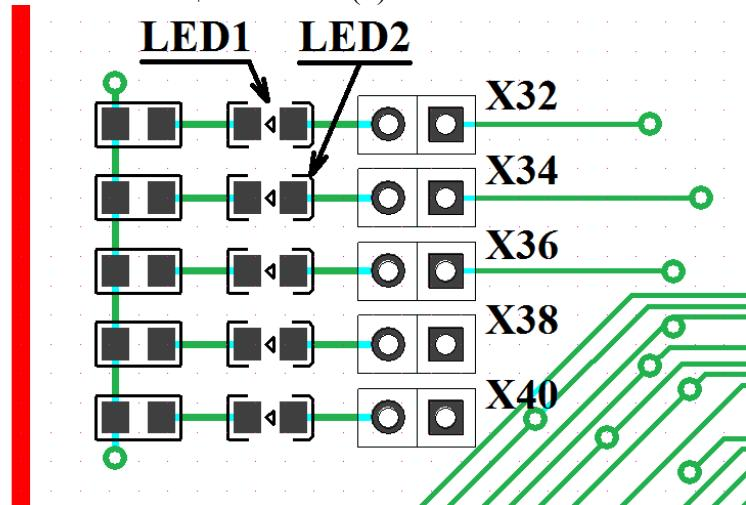

Рисунок 15.2 Расположение диодов на плате
6. Индикация работы WWDG осуществляют светодиоды LED1 и LED2, располагающиеся около перемычек X32, X34 на плате (см. Рисунок 15.2).